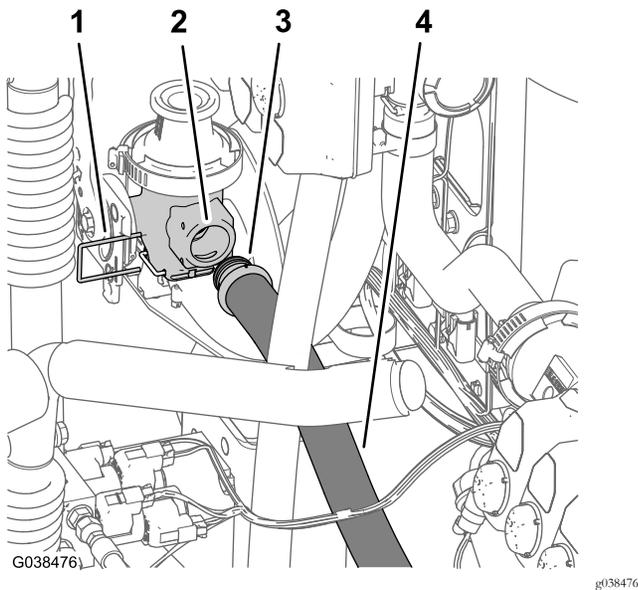

Bild 73
1. Befestigen Sie das gerade, gezahnte Anschlussstück des unteren Sprühzulaufschlauchs (25 cm x 66 cm) im Anschluss des Ejektorabstellventils (Bild 73).